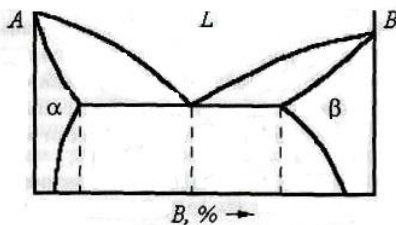

рис. 24
2.38. Какая диаграмма состояния представлена на рис. 24?